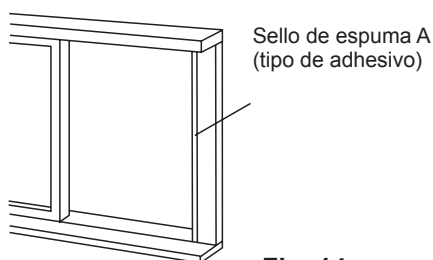

Fig. 14
1. Corte la longitud necesaria de sello de espuma (tipo adhesivo) y adhiéralo al marco de la ventana. Véase fig.14.